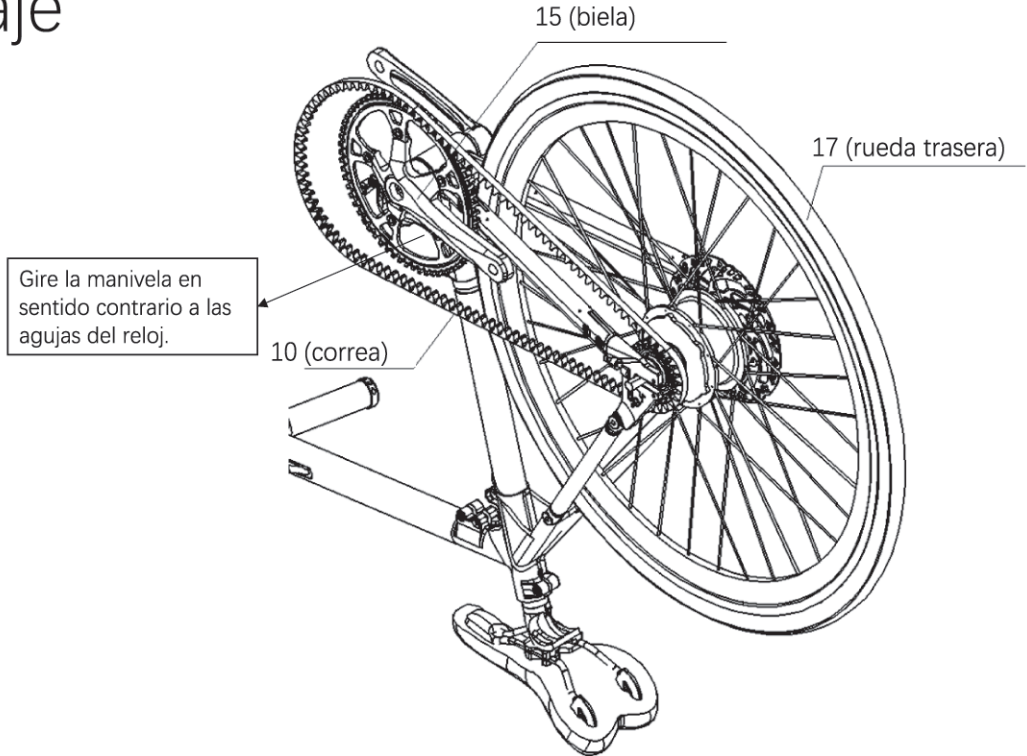

Figura 31.
f. Cubrir la parte superior de la pieza 15 con la pieza 10 y haga que el centro de la pieza 10 encaje con el centro de la pieza 15. Gire la manivela de la pieza 15 en sentido contrario a las agujas del reloj para que la pieza 10 cubra completamente la pieza 15, como se muestra en la Figura 31.